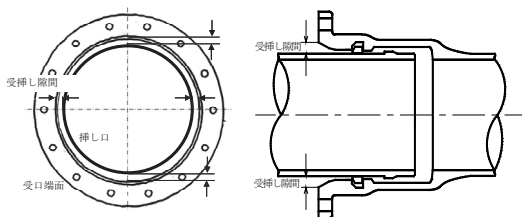
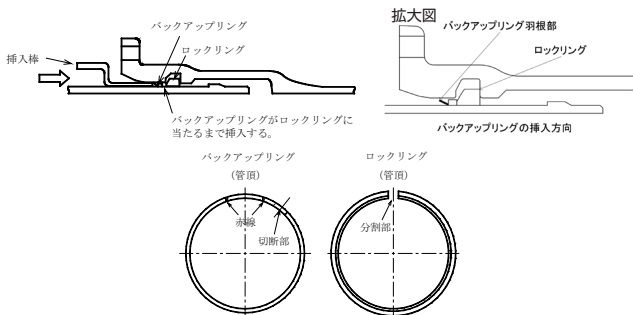

図 12 管の心出し
図 13 バックアップリングの挿入
管の心出しは、図 12 に示すように受口端部の内側と挿し口外面の寸法（受挿し隙間）が管の上下左右で均等となるように入念に行い、接合が終了するまで心が出た状態を保つ。管の心出し後、図 13 に示すようにバックアップリングがロックリングに全周にわたって当たるまで、挿入棒を使って受口と挿し口のすき間に挿入する。
- ① バックアップリングの羽根部が、ゴム輪側にあることを確認する（図 13 参照）。
- ② バックアップリングの切断部がロックリングの分割部と重複しないように、バックアップリングに表示された 2 本の赤線の間ロックリング分割部が納まるようにする（図 13 参照）。